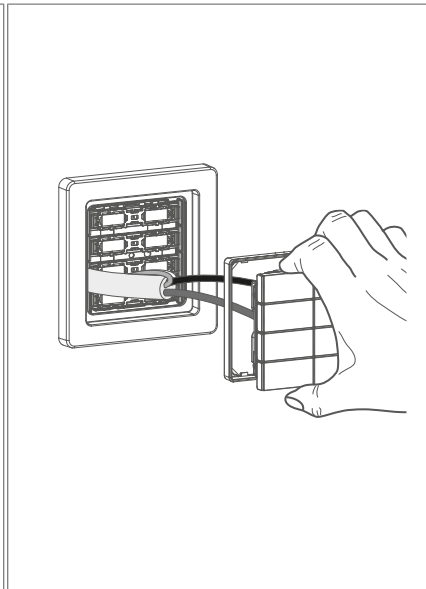

Bild 19: Gerät vom Tragrings abziehen
② Tastsensormodul vom Tragrings abziehen. Designrahmen dabei festhalten (siehe Bild 19).